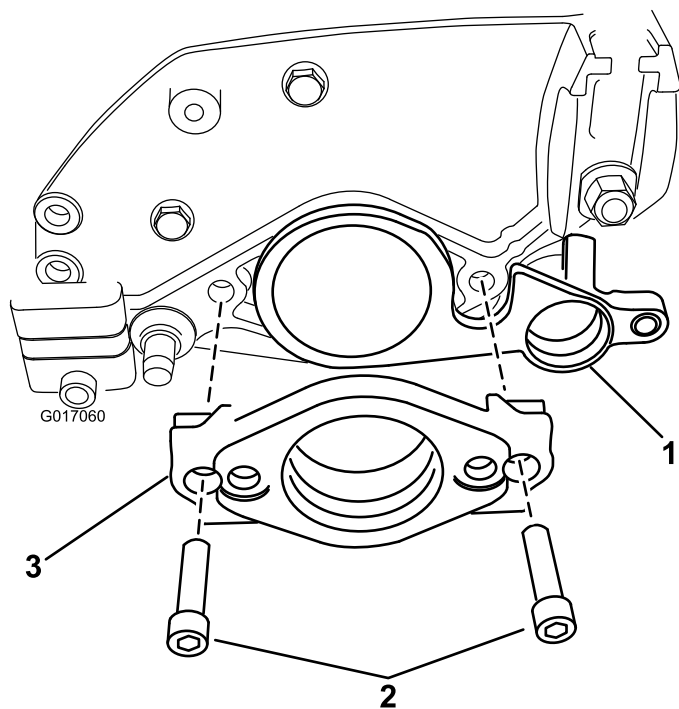

Figura 7
17. Introduzca el otro extremo del eje del acondicionador en el soporte del cojinete de la placa lateral derecha (Figura 7).
18. Inserte el soporte del motor en la placa lateral. Sujete el soporte del motor y la placa lateral al extremo derecho de la unidad de corte con los 2 pernos de cabeza allen y las tuercas que retiró anteriormente (Figura 7).